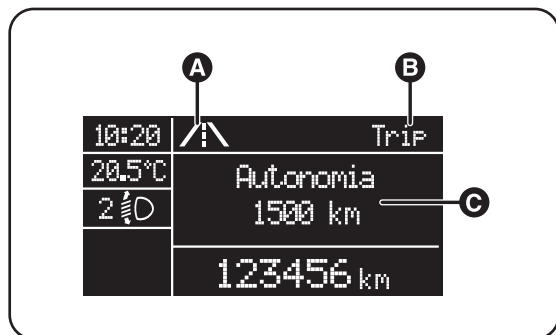

fig. 11
- icono animado en la parte superior (A-fig. 11);
- el mensaje "Trip" (o "Trip A" o "Trip B") (B);
- nombre, valor y unidad de medida correspondientes al valor seleccionado (por ejemplo "Autonomía 1.500km") (C).